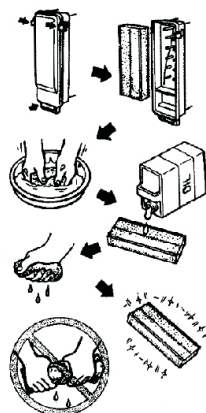

Рис. 29
3. Воздушный фильтр (Рис. 29).